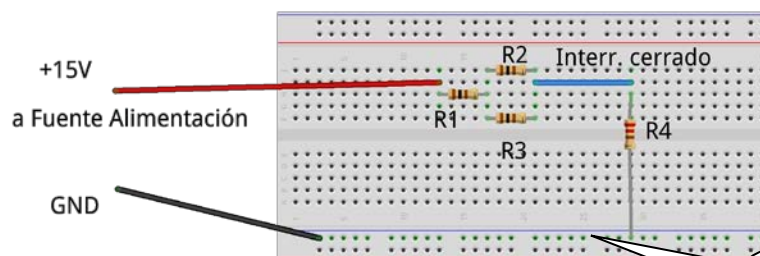

Figura 1: Circuito de continua con resistencias.
- a) Monte el circuito de la Figura 1 sobre la regleta de conexiones, conectando la fuente de alimentación según la polaridad marcada, esto es, el terminal de masa del circuito debe unirse al terminal negativo de la fuente. Ajuste la corriente de cortocircuito de la(s) fuente(s) (*I.LIMIT*) a unos 100 mA. El interruptor se puede hacer con un simple cable que permita cerrar el circuito o dejarlo abierto.